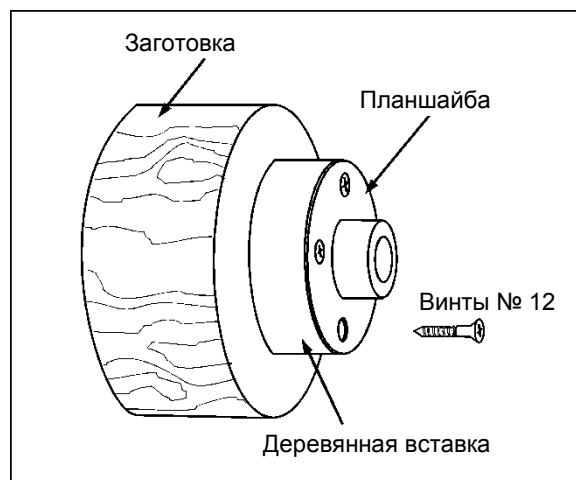

Рисунок 37
5. Изготовьте деревянную вставку того же диаметра, что и планшайба, Рис. 37. Поверхности вставки и заготовки для склеивания должны быть ровными.